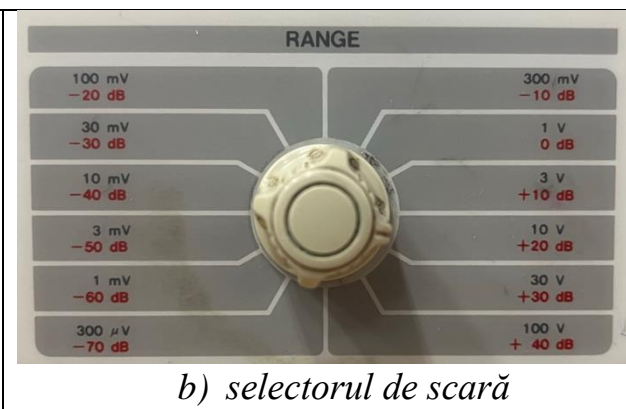

Figura 2: Milivoltmetrul de curent alternativ
Milivoltmetrul de curent alternativ (AC) este un instrument pentru măsurarea tensiunii efective de tip *non true RMS*. Are un ecran care poate indica tensiunea în volți sau decibeli, precum și un selector de scări, Figura 2. Selectorul de scară, Figura 2b, selectează scara pe care este măsurată tensiunea. Valoarea numerică selectată reprezintă valoarea maximă a tensiunii care poate fi măsurată pe scara respectivă (numită și valoare de cap de scară).
Observație2: Valorile indicate de selectorul de scară reprezintă valorile tensiunii capăt de scară. Valorile respective corespund cu **gradația 1** de pe prima scară de volți (pentru valorile selectorului de scară de **100mV, 1V, 10V, etc.**), cu **gradația 3** de pe a doua scară de volți (pentru valorile selectorului de scară de **30 mV, 300mV, 3V, etc.**), cu **gradația 0 de pe scara de dB** (pentru valorile selectorului de scară de **-20dB, -10dB, 0dB, 10dB, 20 dB, etc.**), cu **gradația 0 de pe scara dBm** (pentru valorile selectorului de scară de **-20dB, -10dB, 0dB, 10dB, 20 dB, etc.**) – Figura 2. Se observă că selectorul de scară nu face distincția între dB și dBm, deoarece aparatul are gradații separate pentru dB și dBm după cum se vede în Figura 2a.